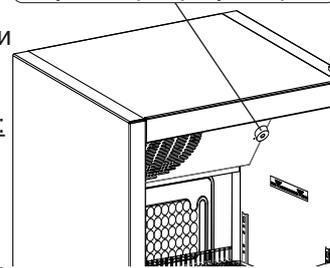

Рис.7
**Установка температурного режима** Температурный режим устанавливается поворотом ручки терморегулятора (Рис.7) и поддерживается автоматически.